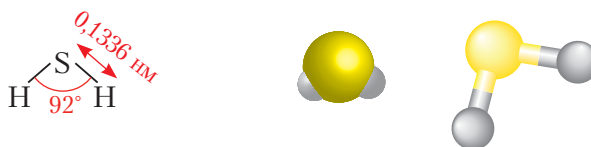

Рис. 78. Структурная формула, масштабная и шаростержневая модели молекулы сероводорода
**Строение молекулы.** Строение молекулы сероводорода можно объяснить перекрыванием атомных  $3p$ -орбиталей серы и  $1s$ -орбитали атомов водорода (§ 14, рис. 32). При этом происходит отталкивание областей повышенной электронной плотности, возникших при образовании  $\sigma$ -связи. Вследствие этого валентный угол немного увеличивается — возрастает от  $90^\circ$  до  $92^\circ$  (рис. 78).